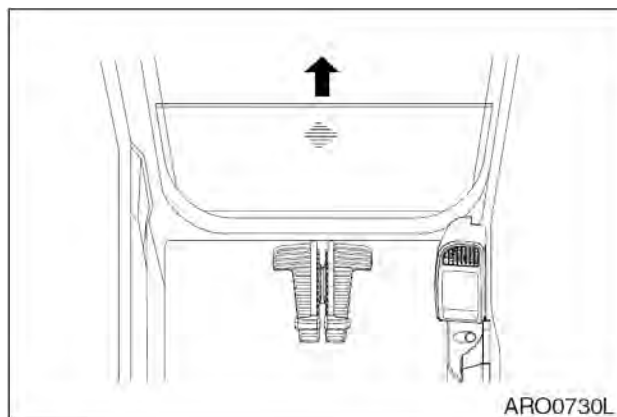

Рис. 99
1. После установки переднего верхнего окна в крыше кабины, снять нижнее окно в направлении, указанном стрелкой (рис. 99).